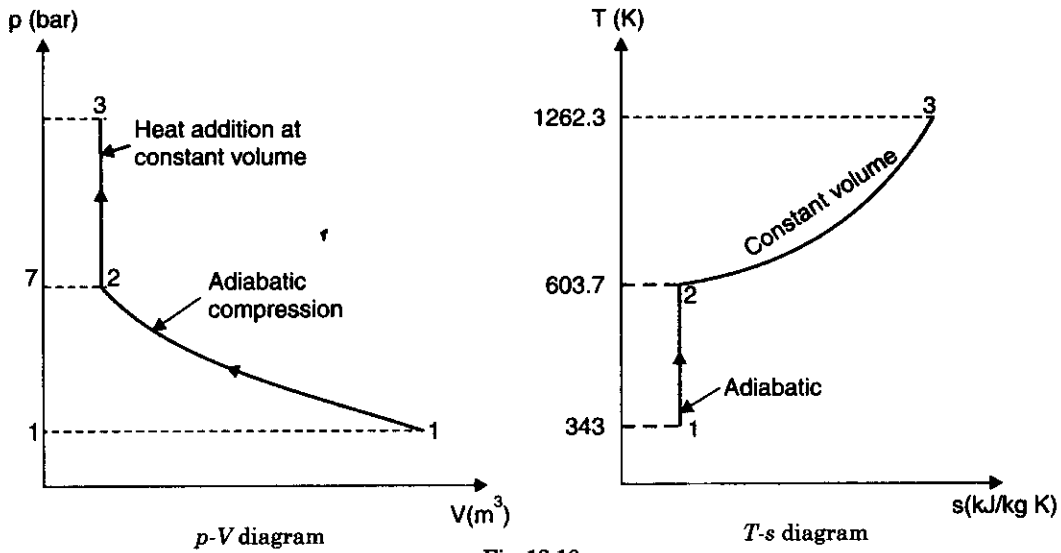

Fig. 13.10
**Solution.** Refer Fig. 13.10.